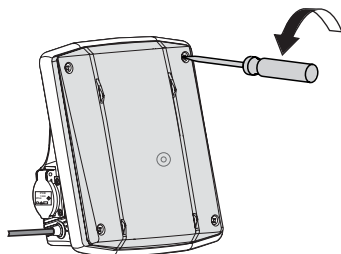

Figura 13
- 5.1.1 Aprite il coperchio trasparente con un cacciavite (figura 13).